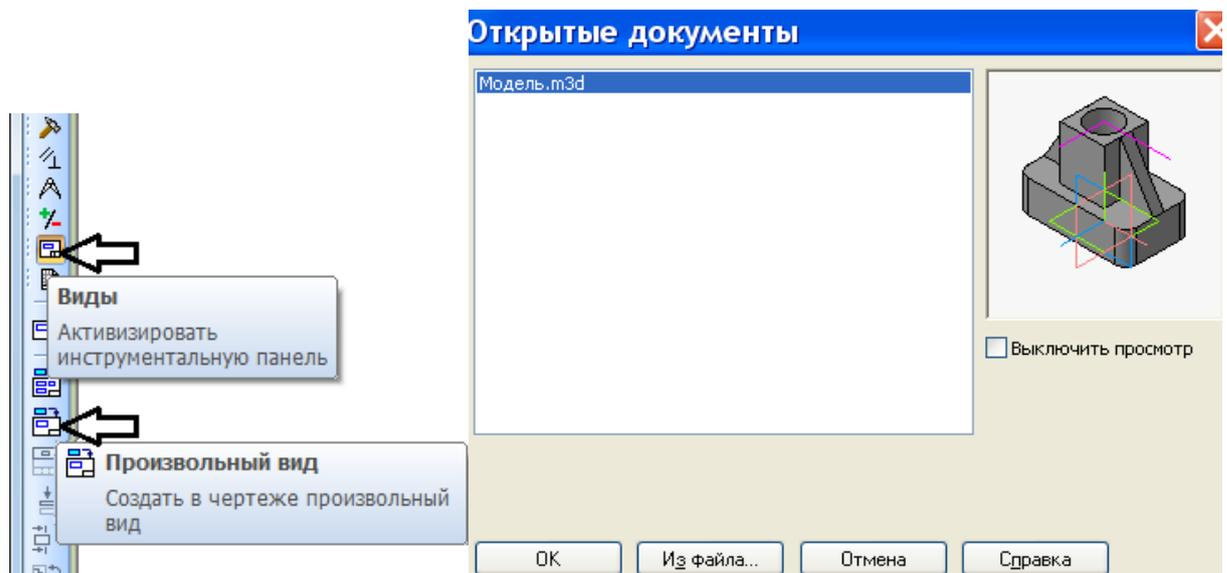

Рисунок 39.
14. Сначала переносим изометрию в правый верхний угол чертежа. Переносим построенную модель – кнопка **Виды** на панели переключений (Вид связан с определенной 3D-моделью). Нажмем кнопку **Произвольный вид** , откроется диалоговое окно (рисунок 39), выбрать построенную модель.